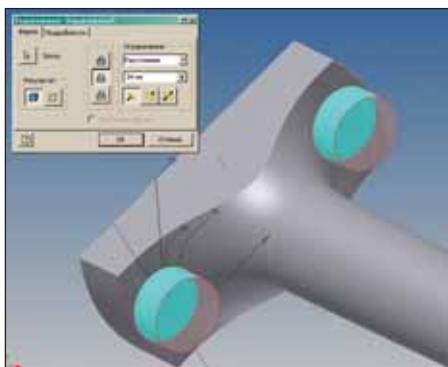

Рис. 21
30. Указать контуры, как изображено на рис. 21, ввести расстояние, равное 34 мм, нажать кнопку *Вычитание*  и кнопку , а затем *ОК* (рис. 21 и 22).